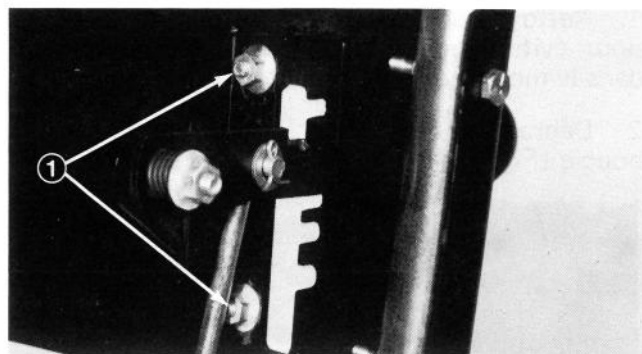

Figure 34
2. Desserrez les écrous à collerette qui fixent la plaque du sélecteur à la plaque de commande. Cela vous permettra de déplacer la plaque du sélecteur pour faciliter le réglage (Fig. 34).